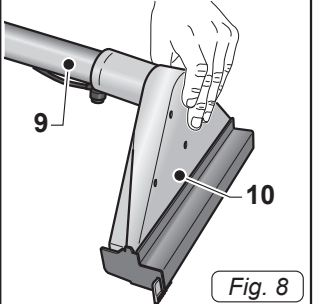

Fig. 8
- Stecken Sie ins Rohr (9 Abb. 8) die Bodendüse (10 Abb. 8).